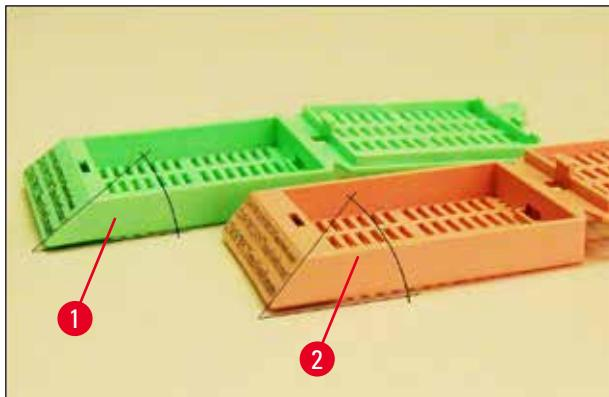

図 8
- 下図(→ "図 8")に示すように、カセットには、印字面の角度(底面を基準に測った角度)が 35 °(→ "図 8-1")と 45 °(→ "図 8-2")の 2 種類があり、角度によって印字可能面の大きさが異なります。